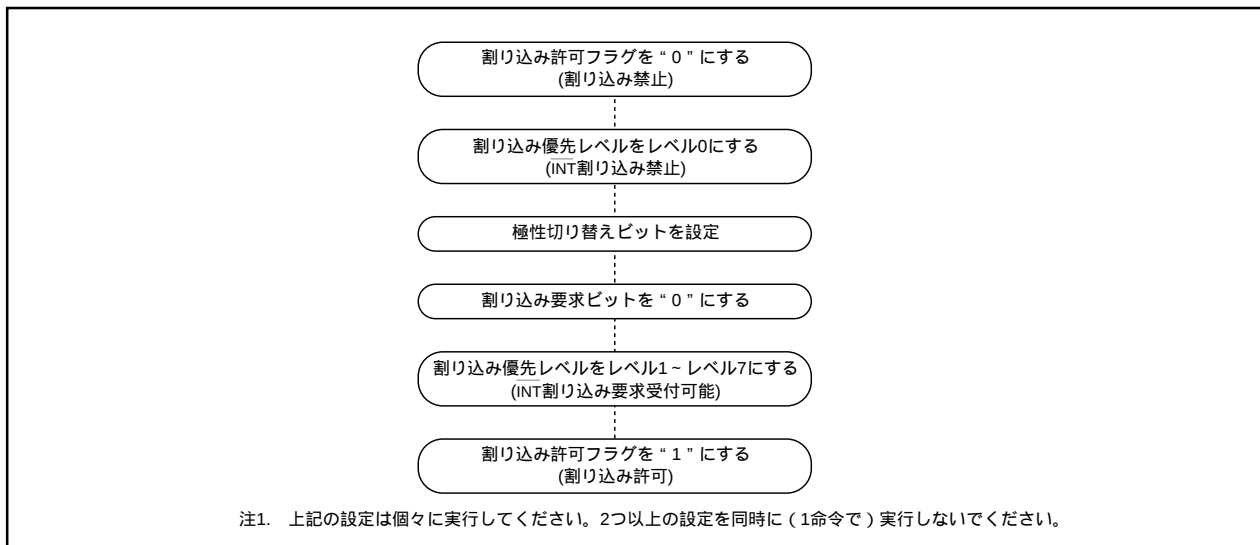

図2.7.13 INT割り込み発生要因の切り替え
(4) 外部割り込み
- $\overline{\text{INT}}_0 \sim \overline{\text{INT}}_5$ 端子の極性を切り替えるときに割り込み要求ビットが“1”になることがあります。切り替えを行った後、割り込み要求ビットを“0”にしてください。 $\overline{\text{INT}}$ 割り込み発生要因の切り替え手順例を図2.7.13に示します。